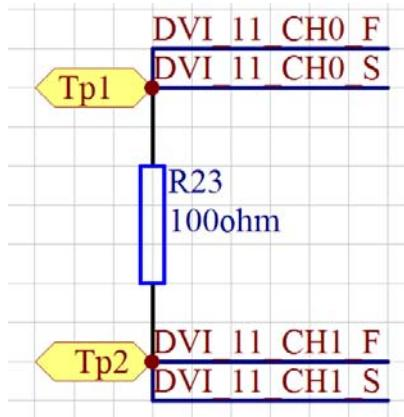

图 8.1 DVI 测试线路图
(1) 示例线路如下图 8.1:
如上图 8.1 所示，将 100 欧姆电阻的两端分别接 DVI 的 0 通道和 1 通道，给定适当的电流，利用差分的方法来测电阻两端的压差，再根据欧姆定律算出阻值。